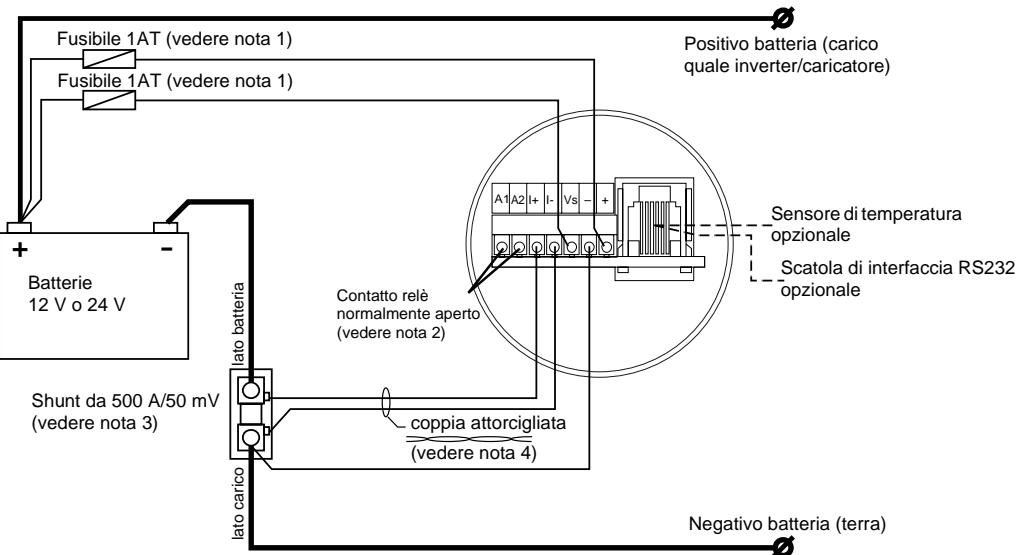

Figura 5 Diagramma di collegamento cavi
- Collegare il sistema di monitoraggio alle batterie. **Assicurarsi che i due fusibili da 1 amp vengano rimossi dai portafusibili in linea prima di collegare i fili alla batteria.** Attenersi scrupolosamente al diagramma (Figura 5) e alle note corrispondenti. Collegamenti errati possono causare malfunzionamenti del sistema di monitoraggio batterie e/o pericoli di incendio. Le linee spesse riportate nel diagramma rappresentano i cavi di corrente principali. Questi cavi devono trasportare corrente a pieno carico proveniente dalla batteria. I cinque fili diretti al sistema di monitoraggio batterie possono essere collegati allo shunt e alla batteria mediante capicorda universali.